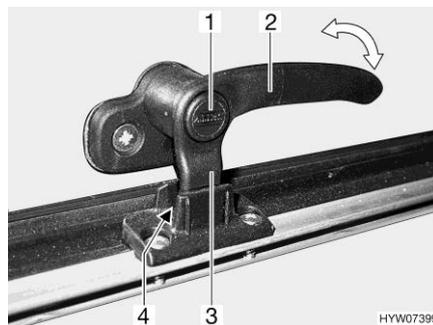
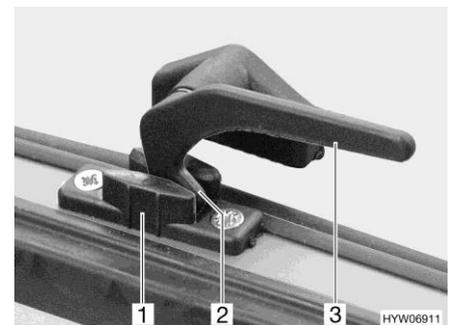

Fig. 91 Palanca de bloqueo con botón de seguridad en la posición de "ventilación continua"
Fig. 92 Palanca de bloqueo en la posición de "ventilación continua"
- En la posición "ventilación continua" (Fig. 91 y Fig. 92)
- Si existe, pulsar el botón de seguridad (Fig. 91,1) y mantenerlo pulsado.
- Girar todas las palanca de bloqueo (Fig. 91,2 ó Fig. 92,3) un cuarto de vuelta hacia el centro de la claraboya.
- Girar de nuevo hacia atrás las palancas de bloqueo. En esto, introducir el saliente de bloqueo (Fig. 91,3 ó Fig. 92,2) en el rebaje del bloqueo de la claraboya (Fig. 91,4 ó Fig. 92,1).